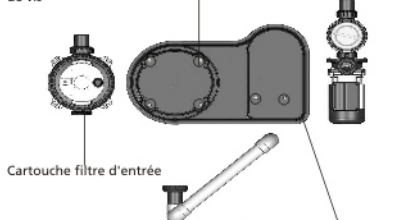

Figure 1
1. Utilisez les vis M5 fournies pour fixer la cartouche du filtre à la base, puis utilisez le boulon M8 et M8 pour fixer la pompe à la base, voir la figure 1 et figure 2 pour l'orientation correcte et la position de la vis.